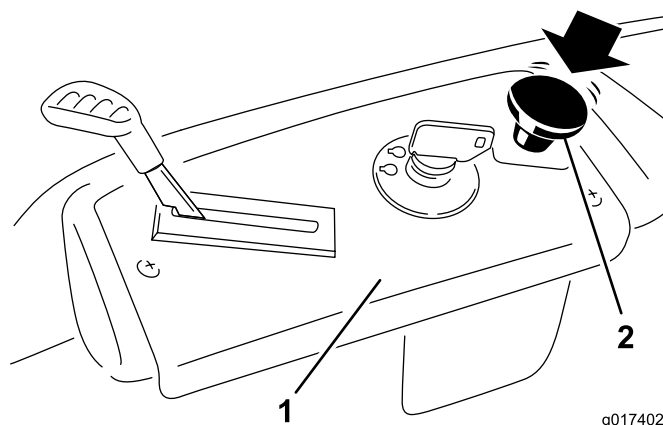

Figura 16
Spingete verso il basso il comando delle lame per posizionarlo su Off e disinnestate le lame (Figura 16).
1. Disinserite le lame spostando il comando delle lame in posizione Off (Figura 16).